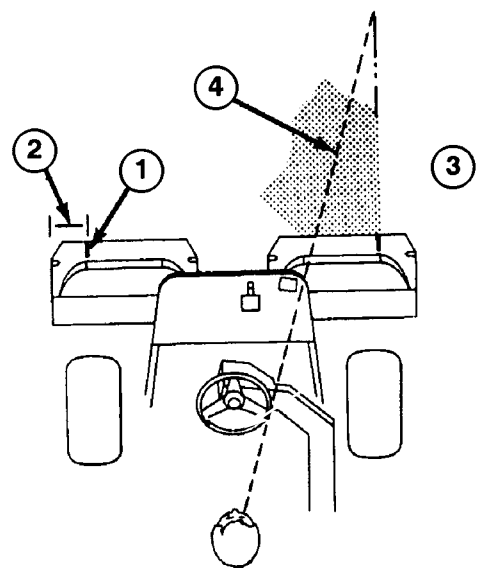

Fig. 16
2. Sæt enten et stykke hvid tape eller mal en streg på hver græsopsamler, parallelt med yderkanten af hver græsopsamler (Fig. 16).